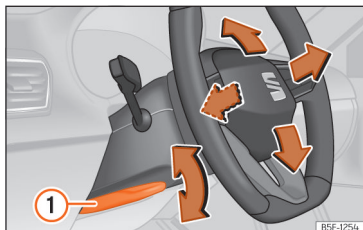

Fig. 92 Palanca en la parte inferior del lateral izquierdo de la columna de dirección.
• Tire de la palanca >>> **fig. 92** ① hacia abajo, mueva el volante hasta la posición deseada y vuelva a subir la palanca hasta el punto de cierre.
• Tras ajustar la columna de la dirección, empuje firmemente la palanca >>> **fig. 92** ① hacia arriba para que el volante no cambie de posición accidentalmente durante la marcha.